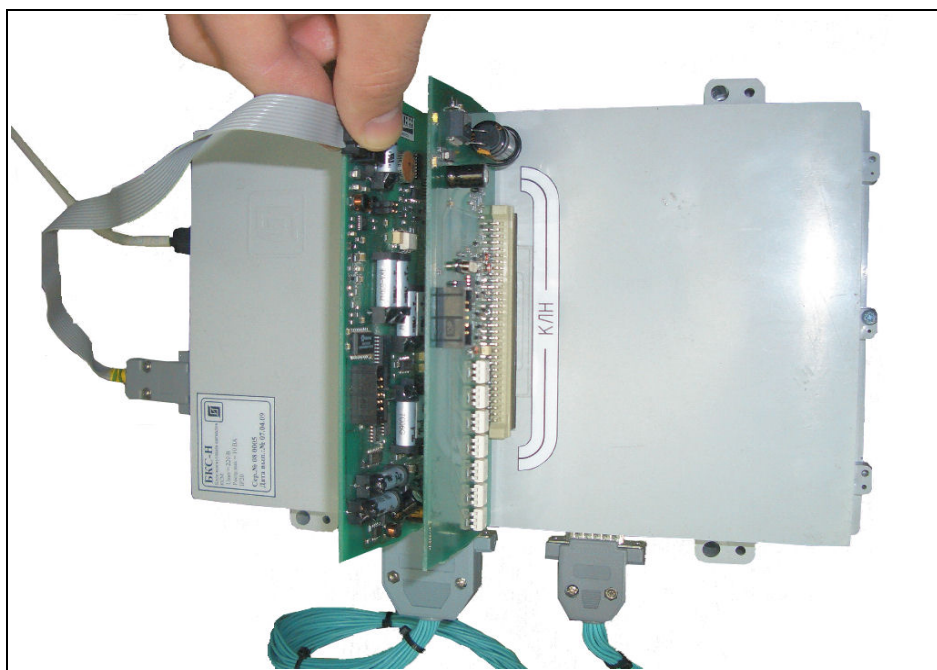

Рисунок 8 - Блок БКС-Н с установленными контроллерами КСН и КЛН
3. Установить контроллеры КСН и КЛН в разъемы БКС-Н с соответствующими обозначениями (рисунок 8).
4. Подключить к контроллеру КСН шлейф дополнительных сигналов от БКС-Н (рисунок 8).